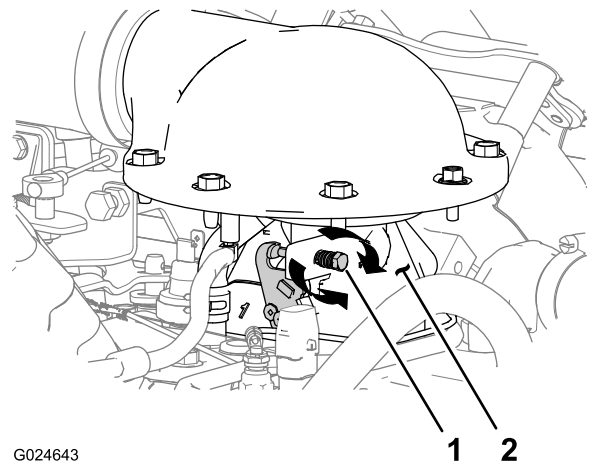

Figura 39
- Se il regime del motore alla minima inferiore è superiore o inferiore a 1100 giri/min, ruotate la vite di regolazione del minimo in senso orario o antiorario all'altezza del corpo dell'acceleratore fino a che il motore raggiunge il regime di 1100 giri/min. (Figura 39).